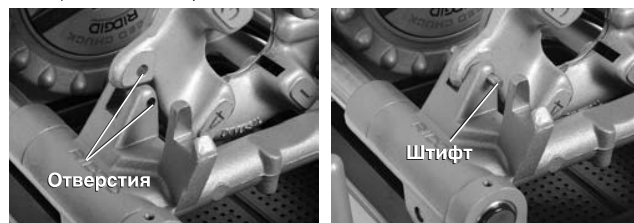

Рис. 26 – Фиксация левой резьбонарезной головки на месте
2. Вставьте штифт диаметром $\frac{5}{16}$ " длиной 2" сквозь отверстия в упоре каретки и в левой резьбонарезной головке, чтобы зафиксировать ее на месте (см. Рис. 26).